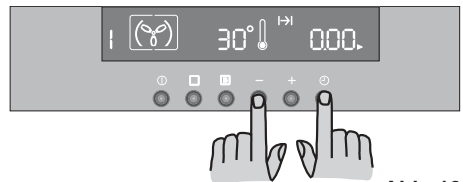

Abb. 12
- Die Taste "**—**" drücken, bis auf dem Display die Zahlen "0.00" erscheinen (Abb. 12).